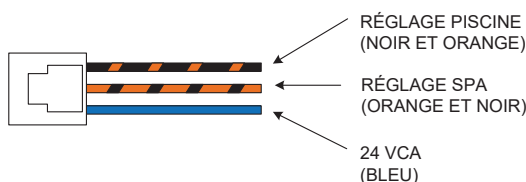

Figure 56. Harnais de câble 3 fils pour thermostat externe
5. Depuis le harnais de câble à 3 fils pour thermostat externe, connectez le fil BLEU d'un côté de l'interrupteur "REMOTE" et connectez l'autre côté de l'interrupteur au fil ORANGE/NOIR dans le cas d'un SPA ou au fil NOIR/ORANGE pour une piscine, voir **Figure 56**.
4. Depuis le harnais de câble à 3 fils pour thermostat externe, connectez le fil BLEU d'un côté du thermostat et l'autre côté au fil ORANGE/NOIR dans le cas d'un SPA ou au fil NOIR/ORANGE pour une PISCINE, voir **Figure 56**.